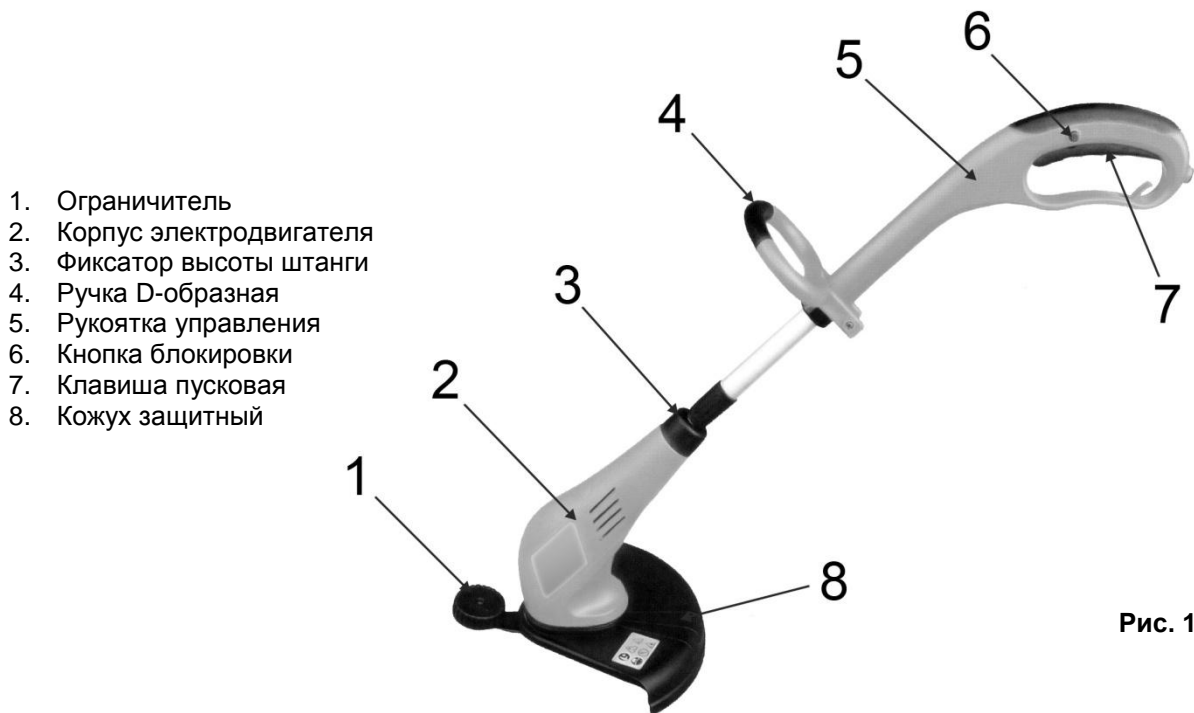
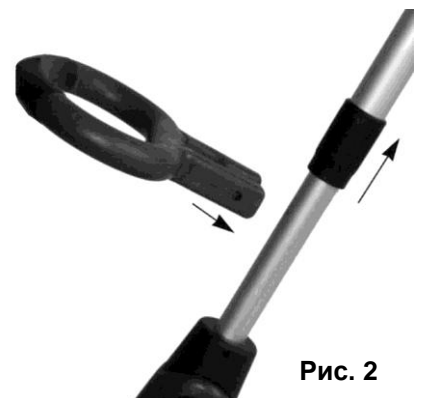

Рис. 1
Рис. 2
- Для удобного управления триммером, обязательно используйте ручку D-образной формы (2)(См. Рис.1).
- Ручка D-образной формы (4)(См. Рис.1) крепится на верхнюю штангу триммера на удобной для Вас высоте (См. Рис.2)
- Для безопасной работы необходимо использовать защитный кожух (8)(См. Рис. 1) триммерной катушки! Эксплуатация триммера без защитного кожуха категорически запрещена!
- Установите ограничитель (1)(См. Рис.1;3).
- Нажмите на боковую кнопку блокировки (6)(См. Рис.1). Она расположена чуть выше пусковой клавиши (7)(См. Рис.1), и имеет круглую форму.
- При нажатой кнопке блокировки нажмите на клавишу выключателя (7)(См. Рис.1), – триммер включится.
- Триммер выключается при отключении выключателя (7)(См. Рис.1).